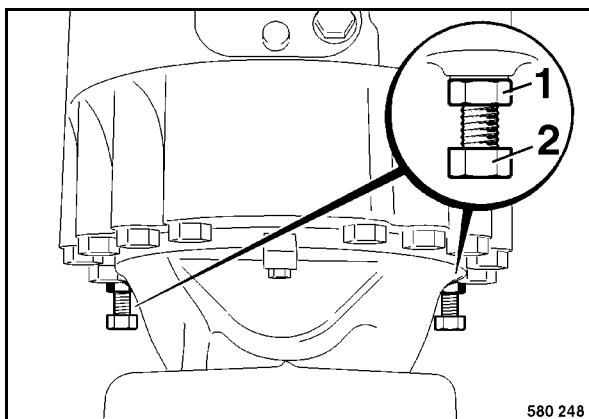

Fig. 64
- Para soltar los frenos hay que girar las contratuercas 1 (Fig. 64) unos 8 mm hacia atrás.
- Enroscar los tornillos para soltar el freno (2) hasta el tope.